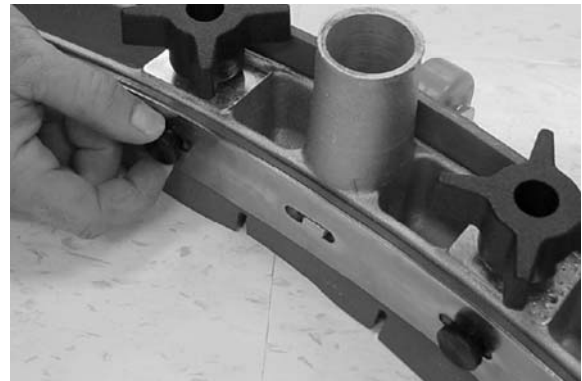

FIG. 38
2. Retirez les six vis à oreilles maintenant le système de retenue et la lame de racloir sur le châssis du racloir. Faites pivoter bout à bout la lame de racloir afin de placer un nouveau bord sur l'avant de la machine. Assurez-vous que le bord cranté de la lame se trouve vers le bas (Figure 38).